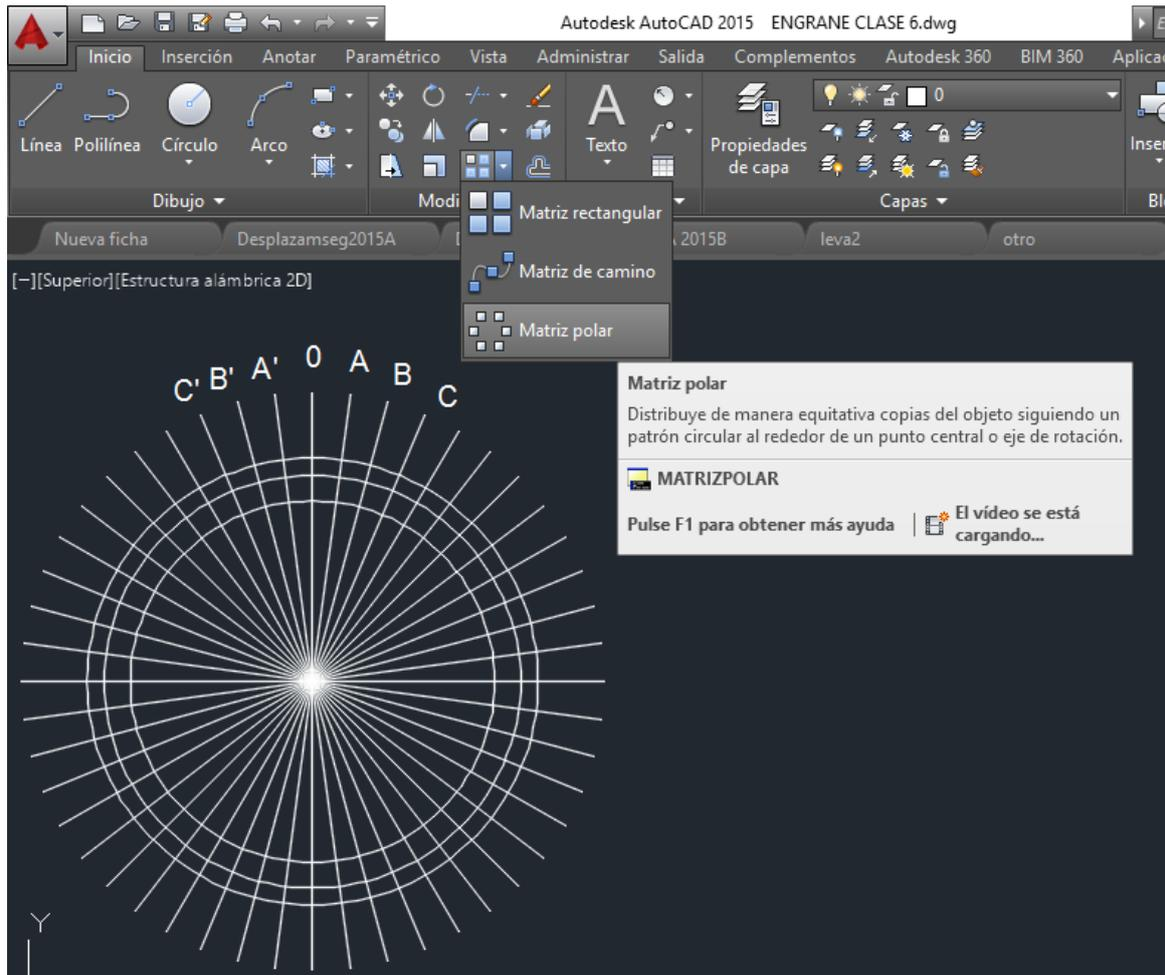

Figura 2.
3.- Usar el comando línea para trazar una línea vertical sin dimensión específica, solo debe salir del círculo de mayor diámetro, como la que aparece en la figura 2 con el número cero.
4.- Usar el comando Matriz polar para crear 48 líneas, como se muestra en la figura 2.
5.- Usar el comando texto para colocar los rótulos en las líneas que se muestran en la figura 2.